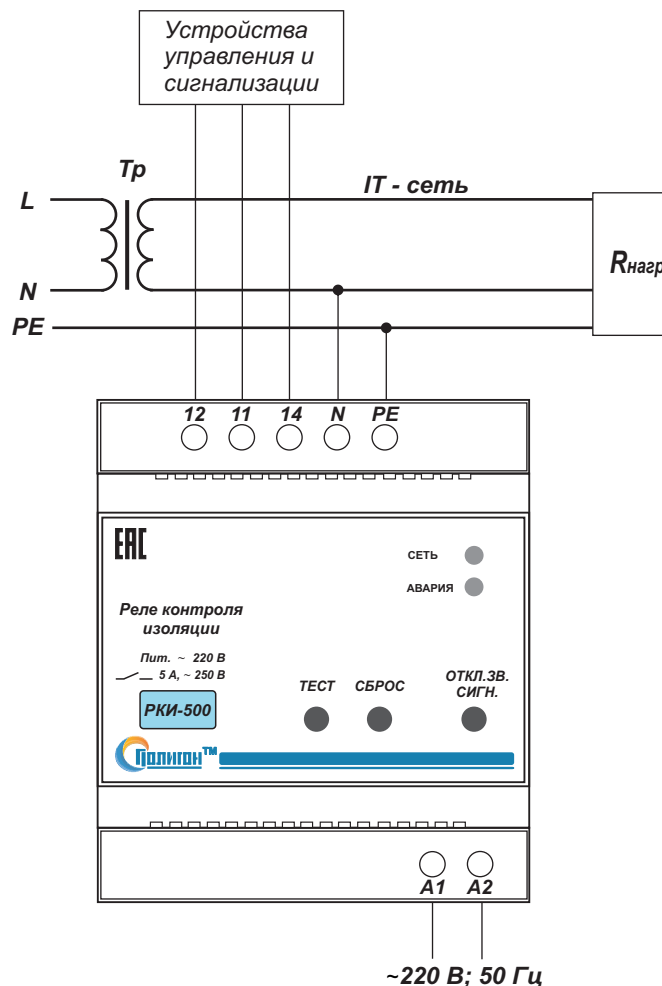

Рис.1. Типовая схема подключения блока РКИ-500.
4.3. Произвести подключение реле контроля изоляции РКИ-500 согласно маркировке (рис.1.): N - нейтраль ; PE -